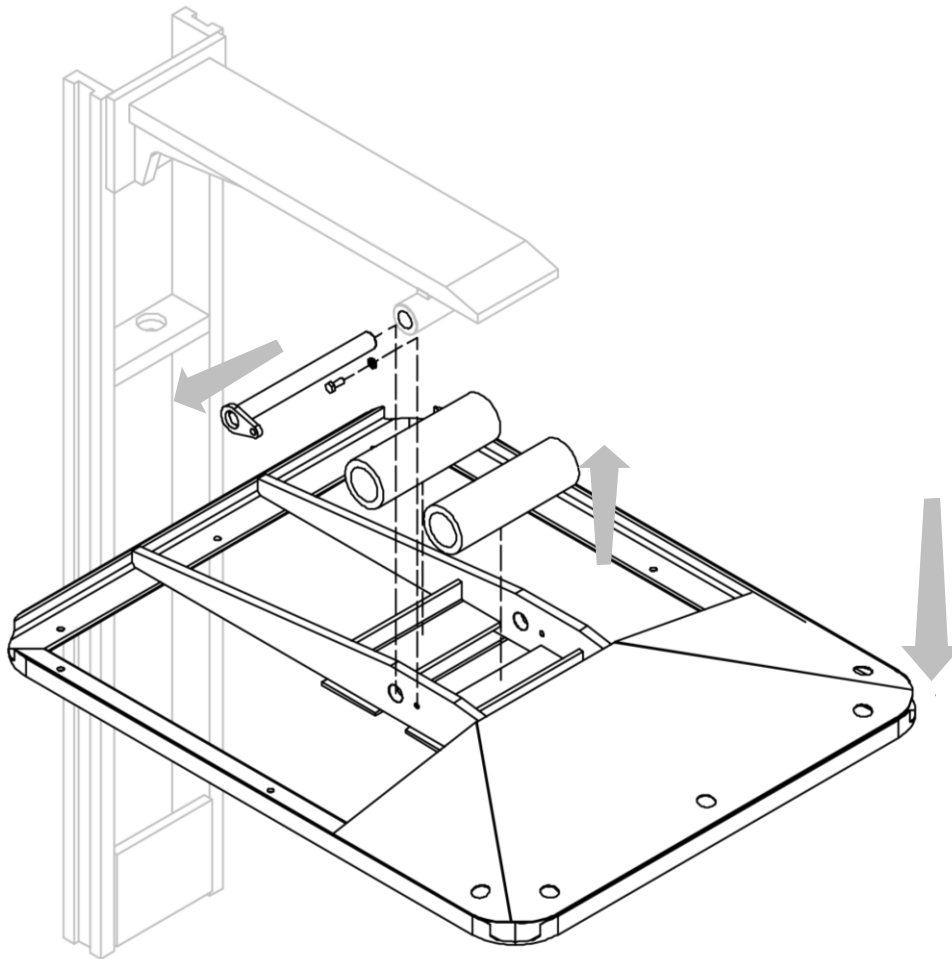

Figura 10
4. Retire la placa de sujeción de carga de la estructura movil después de haber quitado el pasador que la bloquea (mira *Figura 10*).